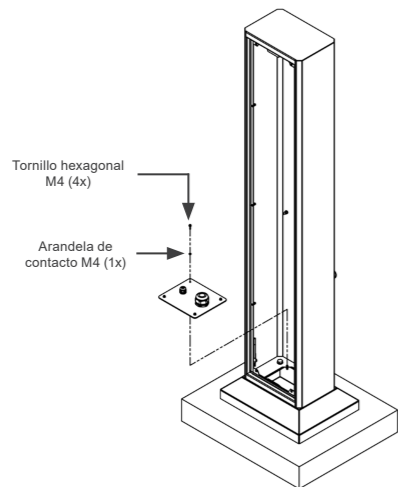

Figura 4.8: Punto de puesta a tierra de la brida del tótem WEMOB
Después de fijar el tótem a la base del producto, conecte la brida a tierra usando una (01) arandela de contacto M4, suministrada con el producto, en cualquiera de los orificios de montaje de la brida, como se muestra en la Figura 4.8. El par de apriete recomendado es de 3 Nm.